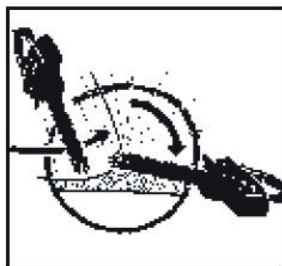

Рис.2D
2. Если диаметр разрезаемой древесины превышает длину стержня, сделайте 2 разреза, как показано (Рис. 2D).